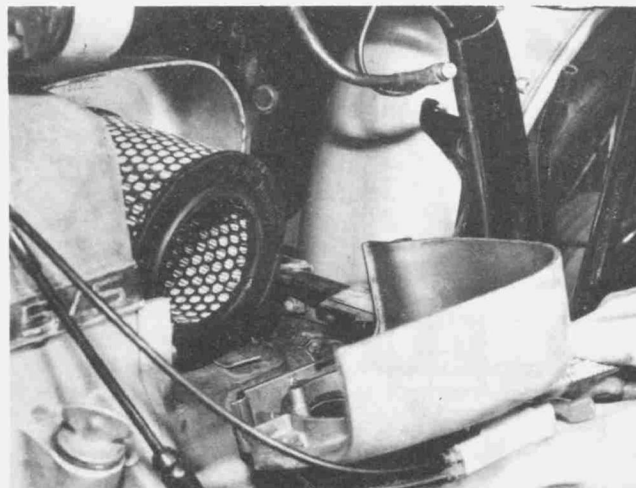

Bild 186
- Die Halteschraube der Luftfilter-Halbschale herausdrehen, die Halbschale abziehen – sie wird durch zwei Federklammern gehalten – und den Luftfilter-Einsatz herausnehmen. Der Hebel für Kaltstarthilfe braucht nicht abgebaut zu werden (Bild 186).